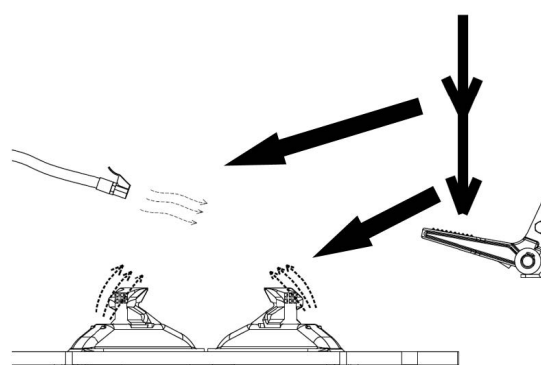

FIG 37
- La pédale de gonflage rapide (**FIG3-27**) sur le côté droit de l'armoire de la machine a deux vitesses : première vitesse de gonflage normal ; deuxième vitesse de gonflage rapide comme **FIG37**. Descendez la pédale de gonflage (**FIG3-23**) en position basse (deuxième vitesse) et observez si la lèvre du pneu entre en contact avec la jante. Si ce n'est pas le cas, répétez l'opération ci-dessus. Relâchez ensuite rapidement la pédale lorsque le pneu est plein jusqu'à la position de la première vitesse. Pendant le gonflage, observez la jauge de pression pour confirmer que la pression indiquée sur la jauge de pression ne dépasse pas la pression spécifiée par le fabricant.